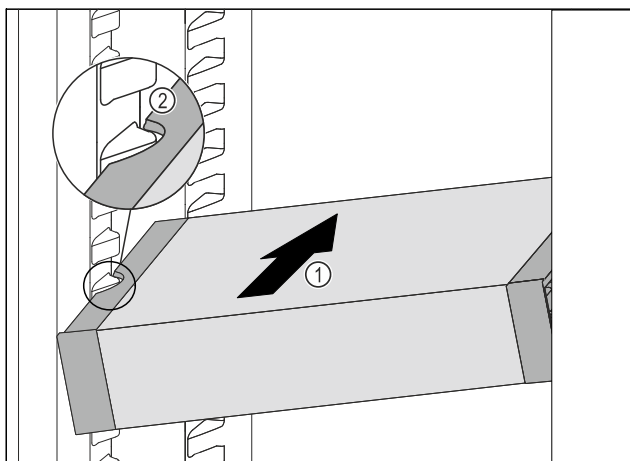

Fig. 169
- Вставити висувний ящик VarioSafe під кутом в охолоджувальне відділення Fig. 169 (1), доки бокові поглиблення Fig. 169 (2) VarioSafe не будуть розташовуватися на рівні ребра для ємності в охолоджувальному відділенні.